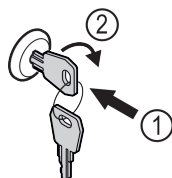

Fig. 133 Représentation à titre d'exemple
- Insérer la clé Fig. 133 (1).
- Tourner la clé à 90° dans le sens horaire Fig. 133 (2).